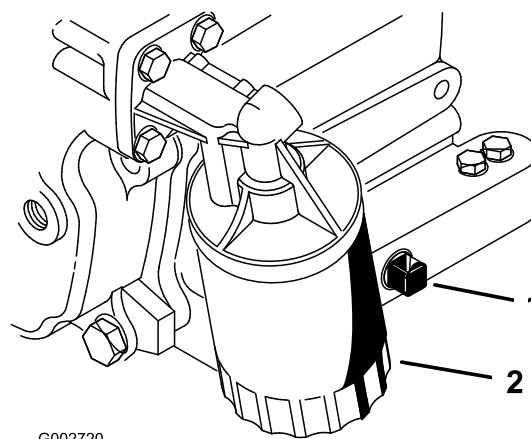

Рисунок 25
2. Снимите маслосливную пробку (Рисунок 25) и дайте маслу стечь в сливной поддон. Когда масло перестанет течь, установите маслосливную пробку на место.
3. Снимите масляный фильтр (Рисунок 25).